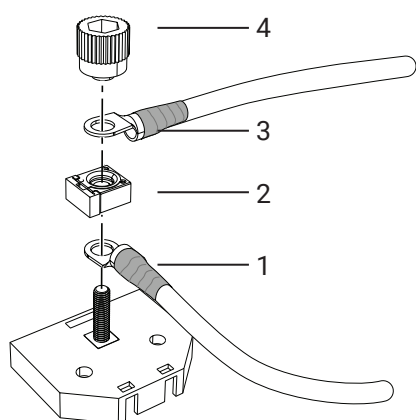
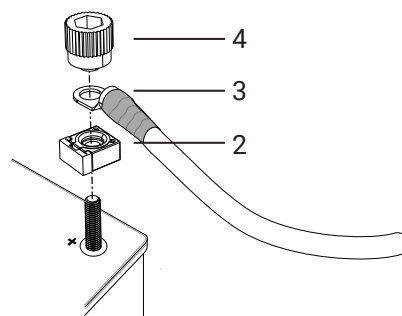

Figure 74. Connexion à la boîte à fusibles
Figure 75. Connexion au pôle plus de la batterie
2. Le cas échéant, assurez-vous que l'interrupteur de cabine (CS) est en position « Arrêt ».
3. Lorsque vous utilisez la boîte à fusibles, connectez le câble (1) au pôle plus de la batterie et à la boîte à fusibles et placez le fusible (2) sur le dessus, voir Figure 74.
4. Lorsque vous vous connectez directement au pôle plus de la batterie, placez le fusible (2) sur le pôle plus, voir section Figure 75.
5. Connectez le câble d'alimentation principal (3) à la boîte à fusibles / pôle plus, voir sections Figure 74 - Figure 75.
6. Vissez les connecteurs de câbles et le fusible principal au bouton (4). Les câbles sont montés à 90° ou 180° les uns par rapport aux autres. Le fusible doit être monté perpendiculairement par rapport aux câbles, voir Figure 74 - Figure 75.